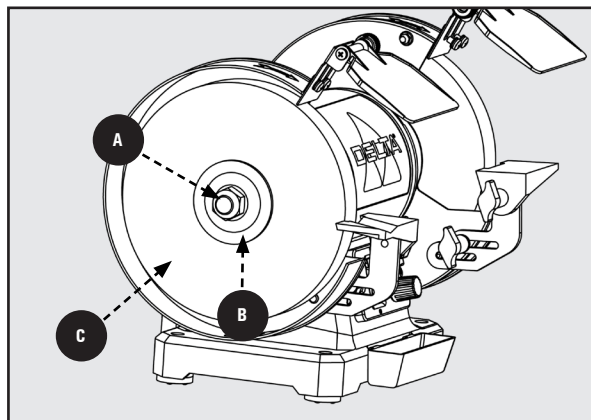

Figura 8
4. Retire la tuerca del eje **A**, la brida del disco **B** y el disco abrasivo usado **C**. Vea la Figura 8.